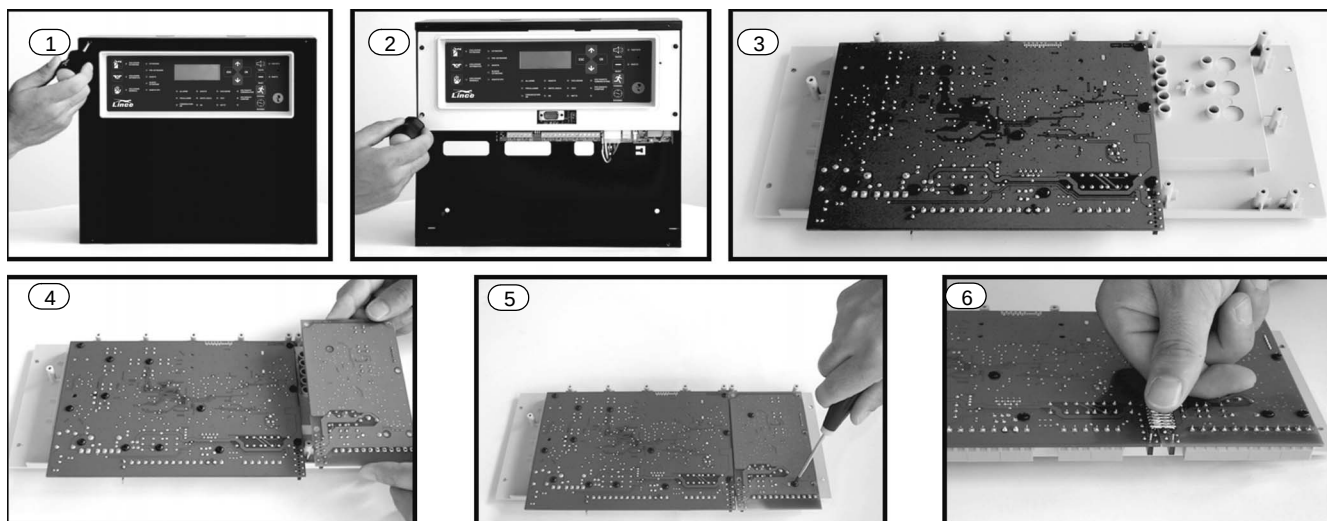

Figura 10 - Montaggio scheda estinzione
3. Ruotare la scheda EASY1LOOP nella posizione indicata in Figura 10.